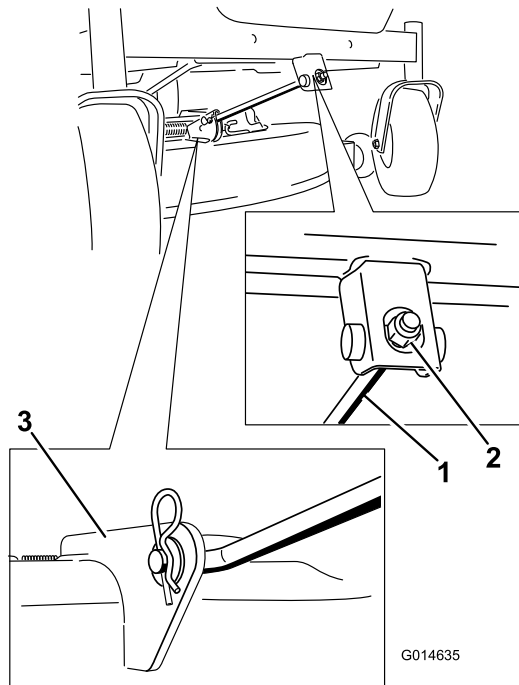

Bild 56
4. Entfernen Sie den Splint von der vorderen Stützstange und entfernen Sie die Stange von der Mähwerkhalterung (Bild 56). Lassen Sie die Vorderseite des Mähwerks vorsichtig auf den Boden ab.
6. Befestigen Sie die vordere Stützstange mit den Lastösenbolzen und Splints am Mähwerk (Bild 56).